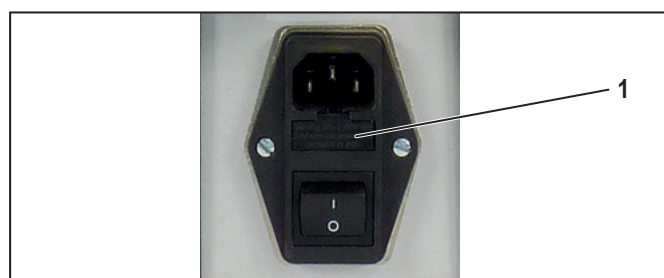

Afbeelding 8.2 Mesbladen plaatsen
- ▶ Monteer elk mespaar zodanig dat de afgeschuinde kanten naar buiten wijzen (rood gemarkeerd in afbeelding 8.2).